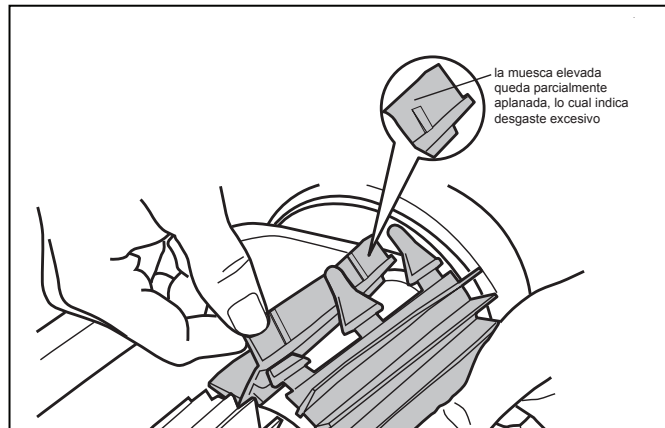

Figura 19. Indicador de cepillo desgastado
El limpiafondos viene equipado con un cepillo TPE en el frente. Hay indicadores de "desgaste" (Figura 19) en el cepillo. Para mantener el mejor desempeño posible del limpiafondos, reemplace el cepillo tan pronto como se llegue a uno de los indicadores de desgaste. Zodiac recomienda que reemplace los cepillos cada dos (2) años.